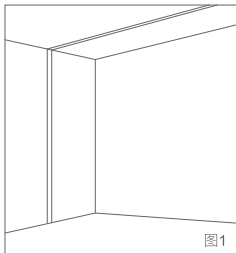

图1
1. 根据灯具实际的长度在天花板或墙面上开预埋槽，如需拼接，应先计算好拼接段及转角组件的长度，一次性开槽，开槽宽度 $35(+1/-0\text{mm})$ ，深度 $>80\text{mm}$ 。如图1所示；